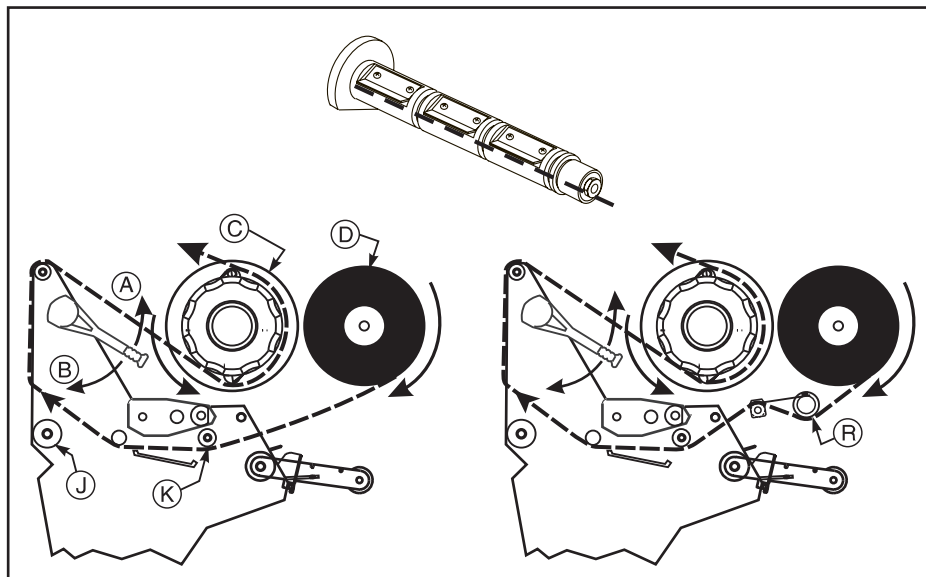

Figura 8
1. Allineare i segmenti del perno d'alimentazione del nastro (figura 8).
2. Collocare il rotolo del nastro inchiostro sul perno di alimentazione del nastro (figura 8-D).
4. Aprire (A) la testina e fare passare la guida e il nastro inchiostro ad essa attaccato attraverso il meccanismo di stampa, sotto il rullo superiore (figura 8-K) ed oltre la piastra metallica (figura 8-J). **Nota:** nelle stampanti 170XIII e 220XIII, fare passare la guida prima attraverso l'insieme del tamburo ballerino (figura 8-R).
6. Collocare il nastro (e l'eventuale guida) intorno all'apposito spinotto di raccolta (figura 8-C) e avvolgerlo diverse volte in senso antiorario.
7. Chiudere la testina (figura 8-B).